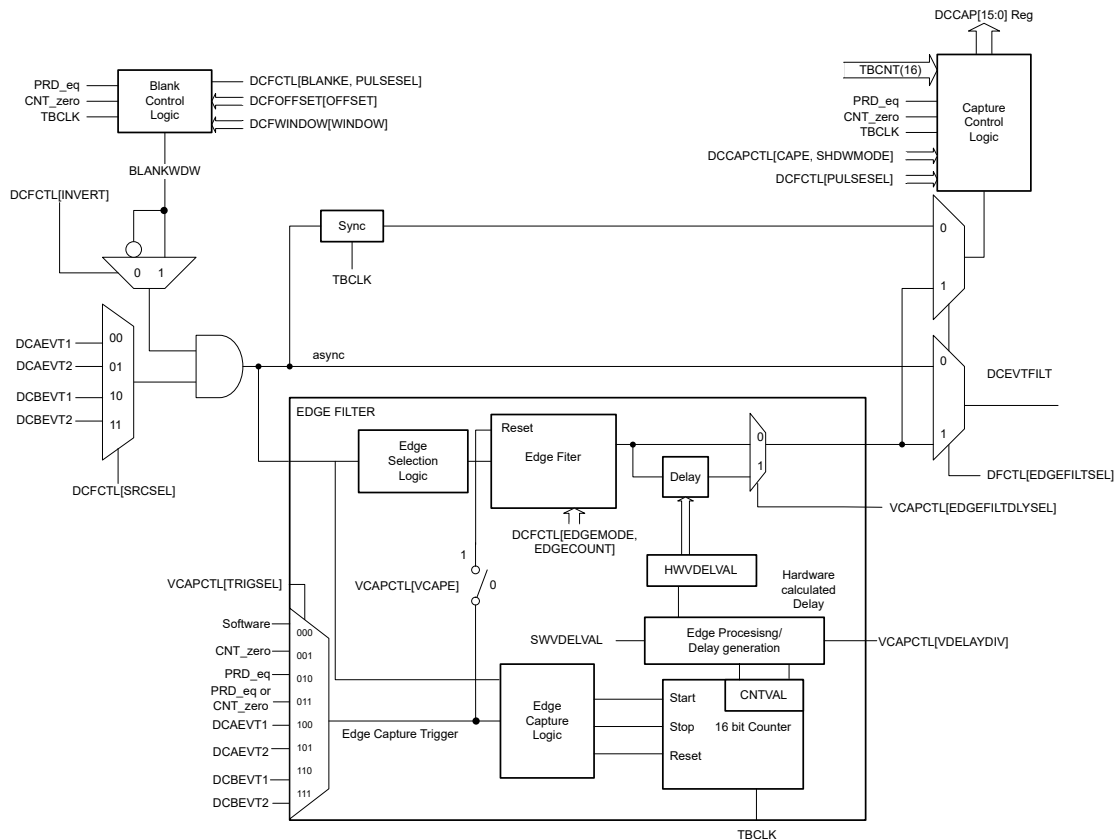

图 3-2. 直流模块的边沿滤波器功能
由于 DCxEVT1 事件可用于为 PWM 计数器生成同步事件，因此同步 FET PWM 的下降沿通过输入 XBAR、EPWM XBAR 和数字比较 (DC) 子模块定义为 DCxEVT1 事件 (低电平有效)。图 3-2 展示了如何利用直流子模块内部的边沿滤波器功能为 DCxEVT1 事件创建额外延迟，如以下步骤所示。